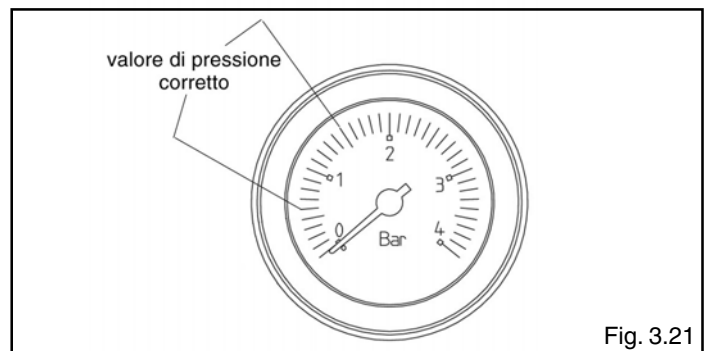

Fig. 3.21
- aprire il rubinetto di riempimento esterno alla caldaia fino a che la pressione indicata sull'idrometro sia compresa tra **1 bar e 1,5 bar** (fig. 3.21)